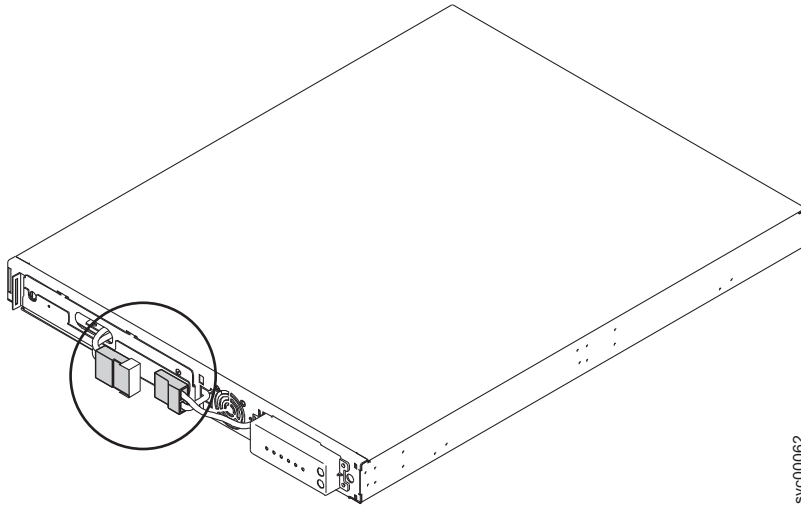

図 318. 保護テープ付きの 2145 UPS-1U 内部バッテリー・コネクタ
6. 保護テープを内部バッテリー・コネクタ (353 ページの図 318 の円内) から取り外します。